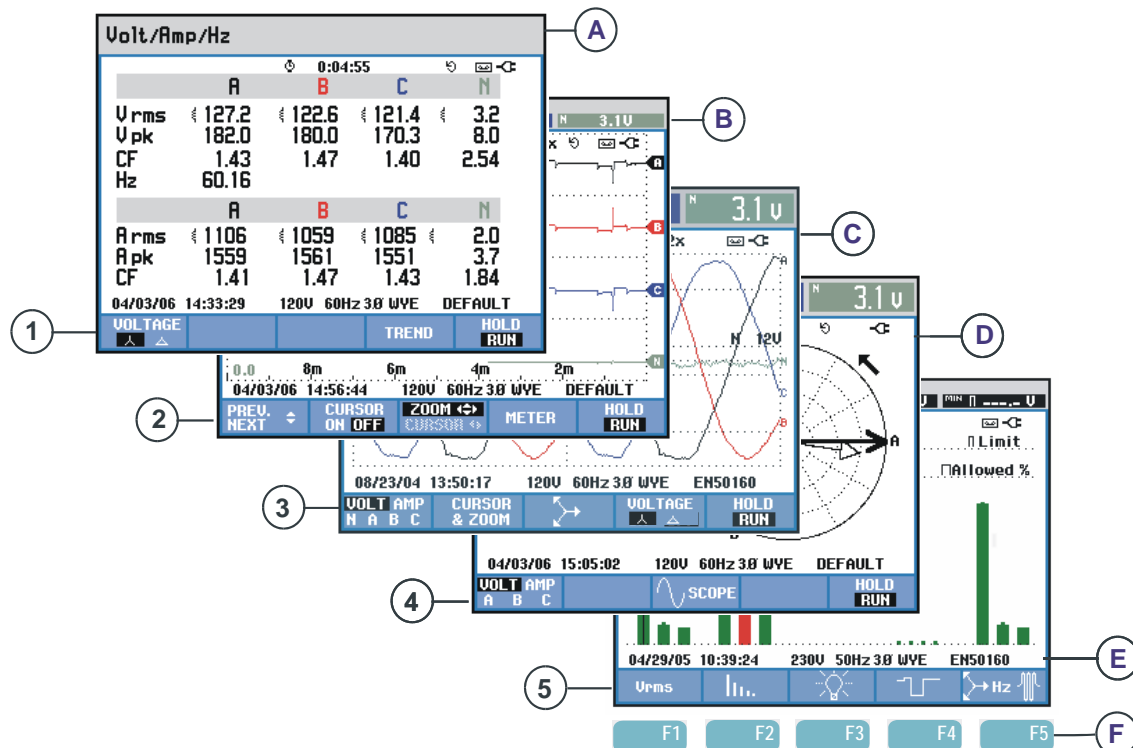

Figura 5-1. Pesquisa dos tipos de visor
A seguir, é fornecida uma breve descrição de cada tipo de tela e sua finalidade. Também são fornecidos o respectivo modo de medição e o capítulo do manual com informações detalhadas. Lembre-se de que a quantidade de informações da tela depende do número de fases e da configuração de cablagem. Consulte a Figura 5-1, item 1 ... 5.
- ① Tela de medidor: fornece uma visão geral instantânea de um grande número de valores de medição numérica importantes. Usada para: Volt/Amp/Hz (Capítulo 8), Dips & Swells / Reduções e aumentos (Capítulo 9), Harmônicos (Capítulo 10), Potência e energia (Capítulo 11), Flicker / Oscilação (Capítulo 12), Desequilíbrio (Capítulo 13) e Monitoração de qualidade da potência (Capítulo 18).
- ② Tela de tendência: este tipo de tela está relacionado a uma tela de medidor. A tendência mostra o curso dos valores de medição da tela de medidor ao longo do tempo. Após a seleção de um modo de medição, o Analyzer começa a registrar todas as leituras na tela de medidor. Usada para: Volt/Amp/Hz (Capítulo 8), Dips & Swells / Reduções e aumentos (Capítulo 9), Potência e energia (Capítulo 11), Flicker / Oscilação (Capítulo 12) e Inrush / Correntes de irrupção (Capítulo 15).
- ③ Tela de forma de onda: mostra formas de onda de voltagem e corrente como exibido em um osciloscópio. O canal A (L1) é o canal de referência, e são exibidos 2 ciclos completos começando em 0 volt. A voltagem nominal e a frequência determinam o tamanho da grade de medição. Usada para: Forma de onda de perfil (Capítulo 7) e Transientes (Capítulo 14).
- ④ Tela de fasor: mostra a relação de fase entre voltagens e correntes em um diagrama vetorial. O vetor do canal de referência A (L1) aponta para a direção horizontal positiva. A amplitude A (L1) também é referência para o tamanho da grade de medição. Usada para: Fasor de perfil (Capítulo 7) e Desequilíbrio (Capítulo 13).
- ⑤ Tela de histograma: mostra a densidade de cada parâmetro de medição como um percentual por meio de um histograma. Usada para: Harmônicos (Capítulo 10) e Monitor de qualidade da potência (Capítulo 18).
Consulte a Figura 5-1, item A ... F.